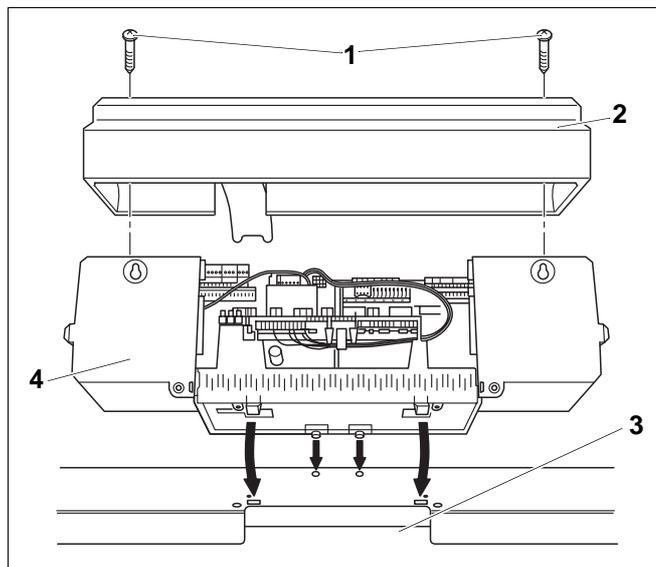
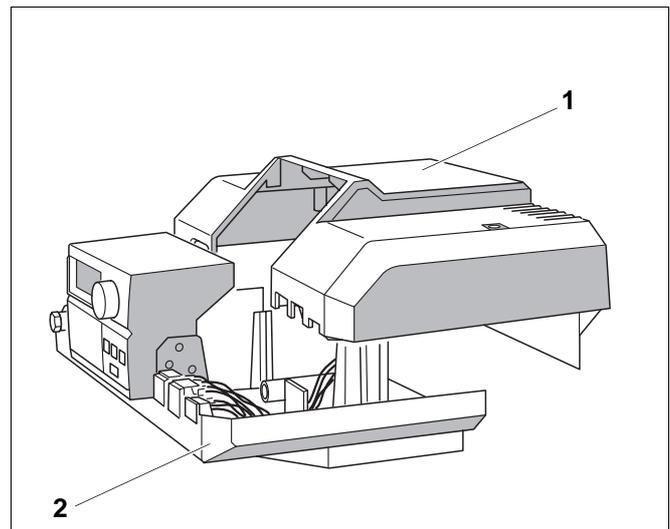

Abb. 10 Regelsystem Logamatic 4000 öffnen und aufsetzen
Abb. 18 Klemmenabdeckhaube aufsetzen
- Die beiden Schrauben (Abb. 10, **Pos. 1**) von oben aus der Klemmenabdeckhaube (Abb. 10, **Pos. 2**) herausdrehen und Haube abnehmen.
- Regelgerät leicht nach vorne kippen und so aufsetzen, dass sich die Einschiebehaken vorne in die ovalen Bohrungen einführen. Regelgerät nach vorne schieben und hinten abkippen, bis die beiden elastischen Haken rechts und links einrasten (Pfeile - Abb. 10).
- Kapillarrohrleitung durch den Kabeldurchgang (Abb. 10, **Pos. 3**) führen und auf Bedarfslänge abrollen.
- Klemmenabdeckhaube (Abb. 18, **Pos. 1** und Abb. 10, Seite 30, **Pos. 2**) aufsetzen und am Regelgerät (Abb. 18, **Pos. 2** und Abb. 10, Seite 30, **Pos. 4**) festschrauben.